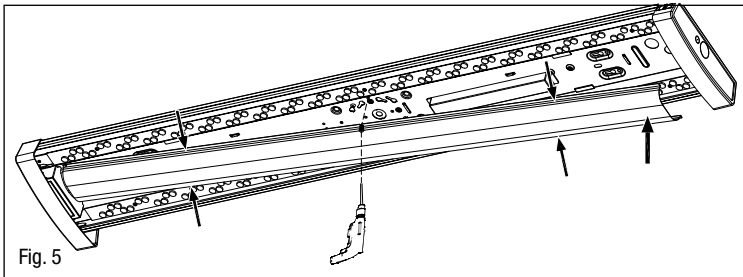

Fig. 5
7. La perceuse sert à fixer la vis et à stabiliser le passage des câbles. Remettez le couvercle du chemin de câbles en place sous les languettes du corps du luminaire. Assurez-vous que les fils ne sont pas pincés entre le couvercle et le corps. (Fig. 5)